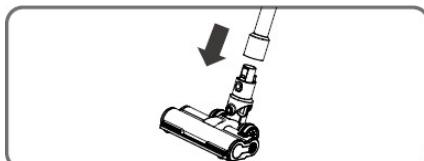

Figure 3
- Poussez une extrémité de l'ouverture circulaire de la brosse dans l'extrémité du tube d'expulsion de l'air en vous assurant qu'elle est complètement enfoncee et qu'elle est solidement installée. L'installation est terminée (Figure 3).